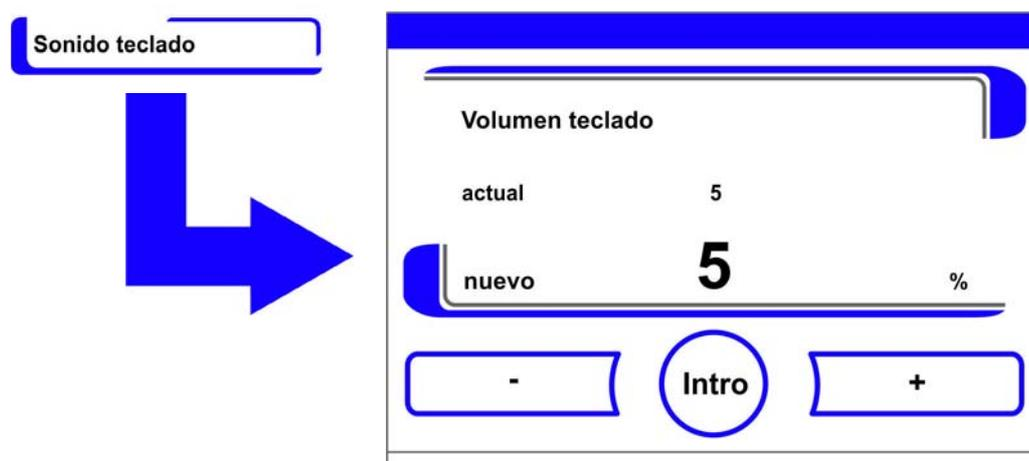

Figura 6-25. Ajustar sonido de teclas
- Se muestra el cuadro de edición de Figura 6-25.